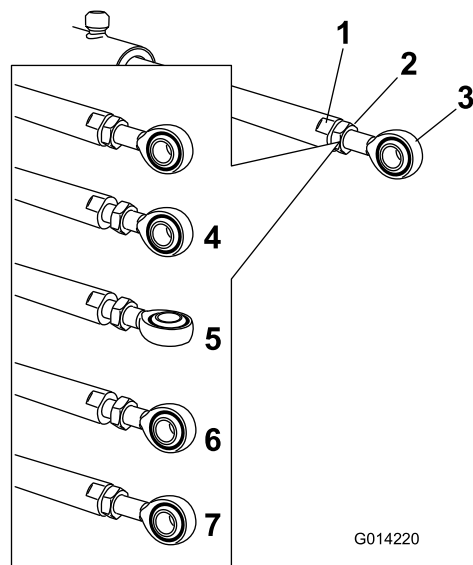

Рисунок 106
5. Удерживайте шток привода в неподвижном положении с помощью ключа, накинутаго на плоские грани штока привода, затем ослабьте контргайку, чтобы можно было регулировать шток с проушиной (Рисунок 106).
6. Поверните шток с проушиной в штоке привода, чтобы сократить или удлинить привод для установки в требуемое положение (Рисунок 106).